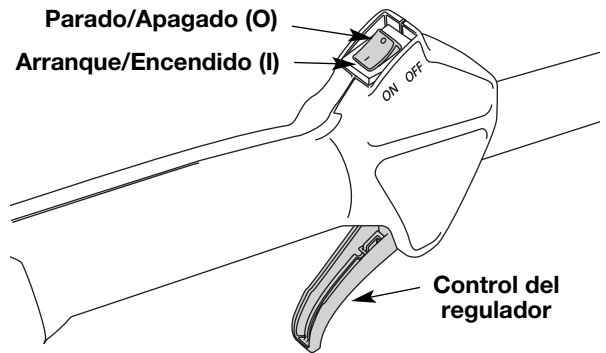

Fig. 9
NOTA: No hay necesidad de encender la unidad. El Control de Parada Encendido/Apagado (On/Off) está en la posición Encendido (ON) (I), en todo momento (Fig. 9).